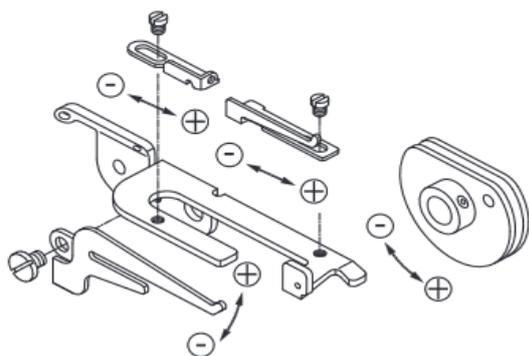

Fig. 24 / Fig. 24
4. Регулировка кулачка нити цепного стежка (Рис.24).